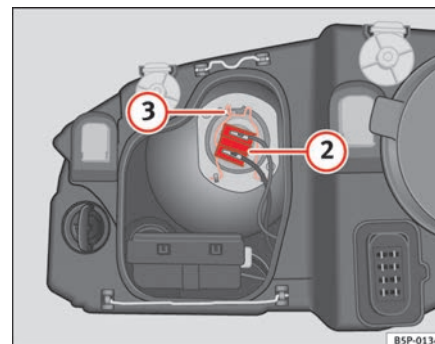

Fig. 183 Luz de cruce
- Extraiga el conector ⇒ página 273, fig. 183 ② de la lámpara.
- Desenganche el resorte retentor ⇒ página 273, fig. 183 ③ presionándolo hacia dentro y a la derecha.